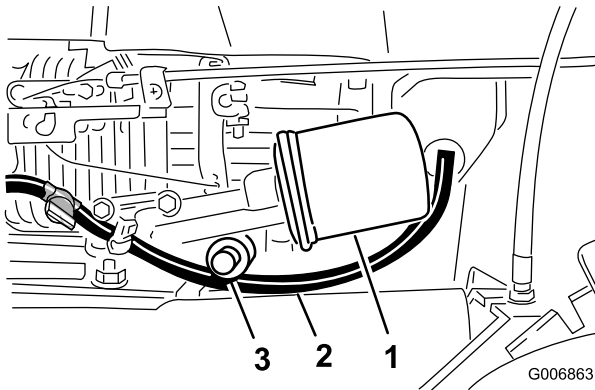

Bild 22
7. Öffnen Sie das Ölablassventil (Bild 22) und lassen Sie das Öl ablaufen.
Tauschen Sie den Ölfilter (Bild 22) alle 100 Betriebsstunden oder mindestens einmal pro Jahr aus.